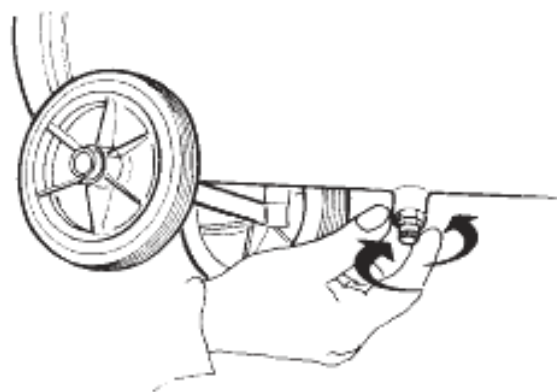

fig. 4
- veiller à ce que le robinet de déchargement de la condensation (**fig. 4**) situé au-dessous du réservoir soit fermé.
- Ôter le bouchon de déchargement de la condensation lorsque le réservoir est sous pression (**fig. 4**).
Avant d'effectuer tout type d'intervention sur le compresseur, débranchez la fiche de la prise de courant et déchargez la pression du réservoir moyennant le robinet de déchargement de la condensation (**fig. 4**) ; dévisser avec attention pour faire sortir l'air lentement, des résidus métalliques pouvant être présents à l'intérieur du réservoir.
- **Déchargement de la condensation (fig. 4)**
- Décharger tout l'air du réservoir (fig. 4).